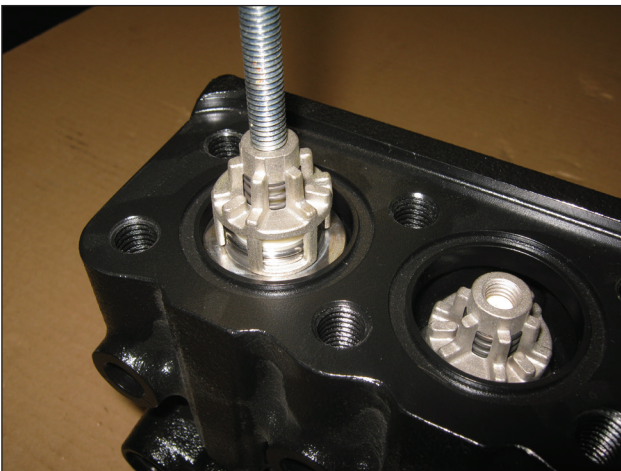

Fig. 18
- Sortir les groupes de soupape d'aspiration et de refoulement à l'aide d'un extracteur à inertie réf. 26019400 (Fig. 18).